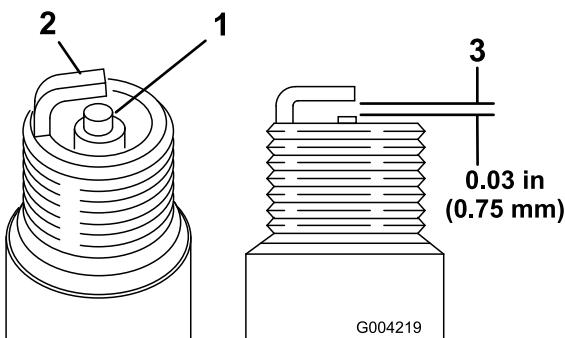

Figura 50
1. Veja a parte central de ambas as velas de ignição (Figura 50). Se verificar uma cobertura castanha ou cinzenta no isolante, o motor está a funcionar corretamente. Uma cobertura preta no isolante indica que o filtro de ar está sujo.
2. Verifique a folga entre os elétrodos central e lateral (Figura 50).
3. Dobre o elétrodo lateral (Figura 50) se a folga não for a correta.